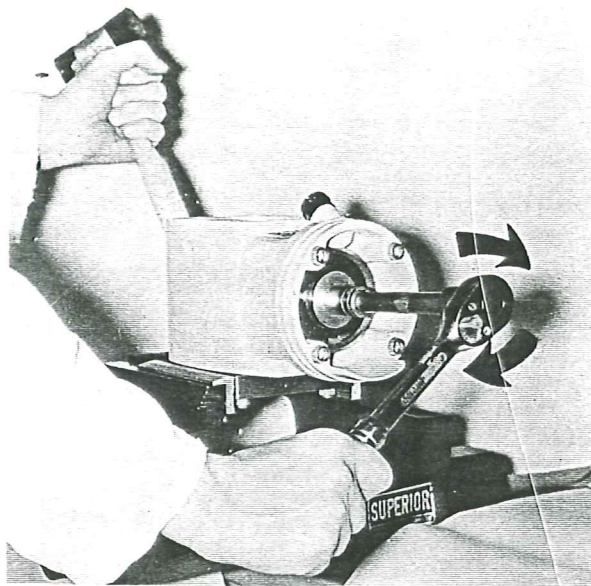

Fig. 14
7. Drag runt växeln i rätt rotationsriktning (medurs) samtidigt som växeln bromsas kraftigt genom att med ett träskafvt klämma mot konan på kugghjulet. Se fig 14. Märkfärgen på kuggarna pressas då bort på den yta där dessa ligger an mot varandra och man får en bild av kuggkontaktens utbredning och läge.